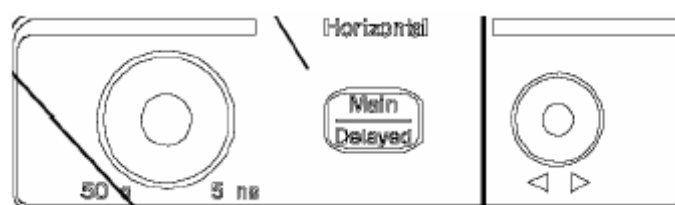

Figura 2.4 Caja de controles para el ajuste horizontal (tiempo).
- Control de base de tiempos: corresponde al control giratorio de la izquierda de la figura 2.4 y permite fijar la escala horizontal de la representación, desde 50 s/DIV hasta 5 ns/DIV.